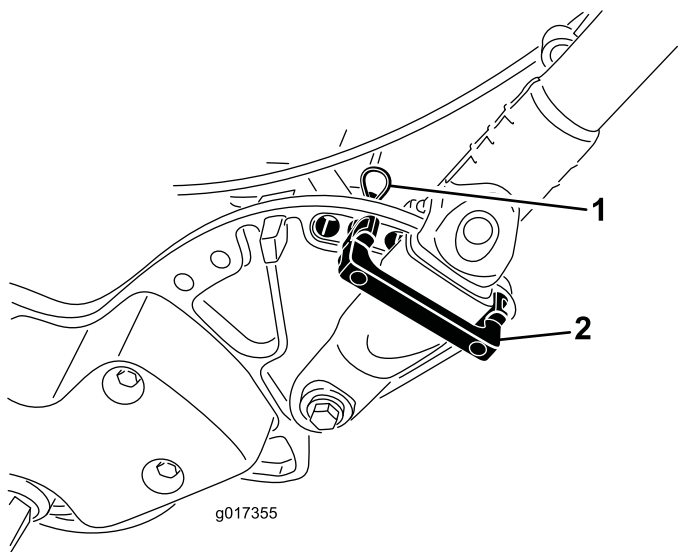

Bild 32
1. Nehmen Sie an jeder Seite des Mähers die Splints aus den Holmbefestigungen (Bild 32).
2. Stützen Sie den Holm ab. Nehmen Sie die Splints an jeder Seite ab. Drehen Sie den Holm in die gewünschte Einsatzposition (Bild 32).